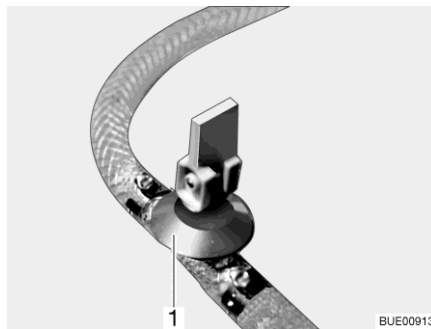

Fig. 221 Llave de desagüe
- Cerrar la(s) llave(s) de desagüe. Colocar para ello el balancín (Fig. 221,1) en posición horizontal.
- Abrir la(s) llave(s) de desagüe (Fig. 221). Colocar para ello el balancín (Fig. 221,1) en posición vertical. La caldera se vacía hacia fuera.